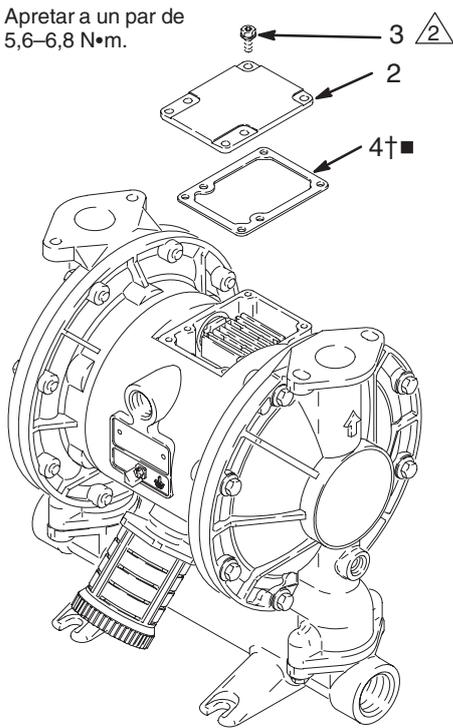

Fig. 8
2. Con un destornillador Torx (T20) o una llave de tubo de 7 mm, extraiga los seis tornillos (3), la tapa de la válvula neumática (2) y la junta (4). Consulte la Fig. 8.
10. Alinee la junta de la válvula (4†■) y la tapa (2) con los seis orificios del alojamiento central (1). Asegúrela con los seis tornillos (3), utilizando un destornillador Torx (T20) o una llave de tubo de 7 mm. Apriete a un par de 5,6–6,8 N•m. Consulte la Fig. 8.